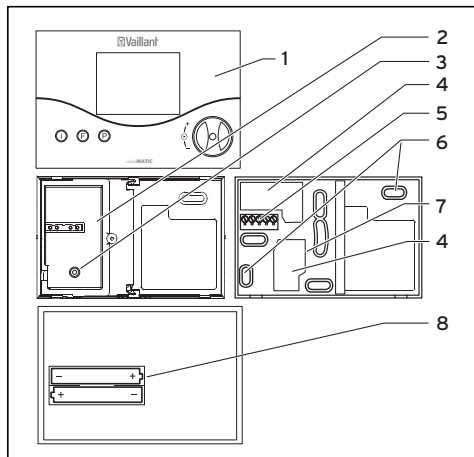

Fig. 9.1 Montagem do regulador de temperatura ambiente
A conexão com o aparelho de aquecimento é realizada através de um cabo de conexão de dois condutores nos bornes de conexão 3-4 (ver Fig. 9.1, Pos. **5**).
- Puxe o regulador de temperatura ambiente (1) da base de parede (7).
- Abra a cobertura de protecção interior (2) da base de parede (7) soltando o parafuso (3) e dobrando a cobertura para cima à direita.
- Fure dois orifícios de fixação (6) com um diâmetro de 6 mm (de acordo com a Fig. 9.1) e coloque as buchas fornecidas.
- Conduza o cabo de conexão através da passagem do cabo (4) que se encontra por baixo da cobertura de protecção interior.
- Coloque as pilhas fornecidas no compartimento das pilhas existente na parte traseira do regulador (Fig. 9.1, Pos. **8**). Tenha atenção à polaridade correcta das pilhas.